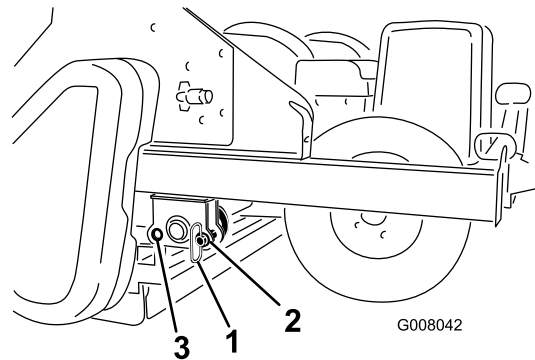

Figure 20
7. Sortez les goupilles de remisage des trous avant et insérez-les dans les trous arrière en cours de fonctionnement (Figure 20).